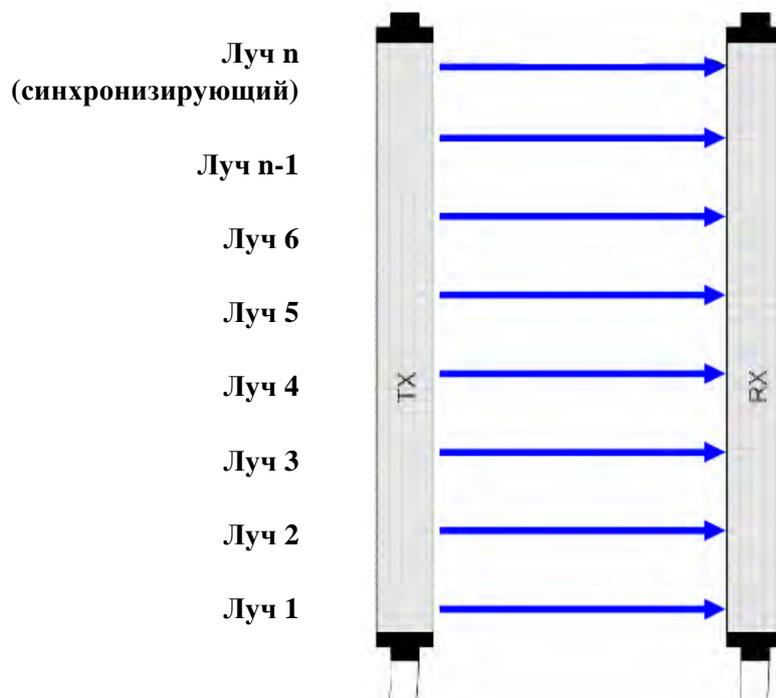

Рисунок 1.
- При использовании оптической синхронизации (первый верхний луч – Рисунок 1), мигающий индикатор «0» на приемнике будет показывать, что синхронизирующий луч не совмещен.